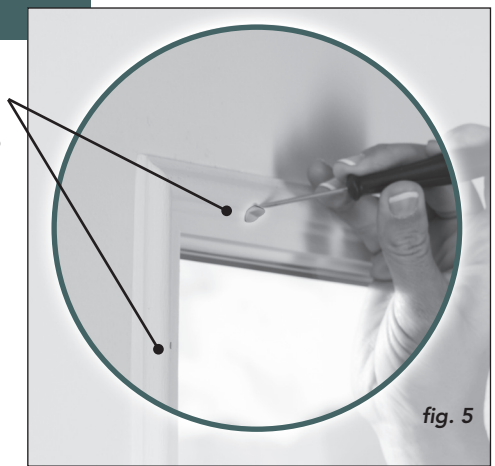

fig. 5
- Tip: Remove screw plug covers from top corners of the door glass frame (fig. 5). If screw plug covers do not come out easily, a wood screw can be used to remove them. Turn the wood screw into the plug and pull out the cover.*
- Consejo: Quitar los tapones que cubren el tornillo de las esquinas superiores del marco del vidrio de la puerta (fig. 5). Si los tapones que cubren el tornillo no salen con facilidad, puede usarse un tornillo de madera para quitarlas. Enrosca el tornillo de madera en el tapón y saca la cubierta.*